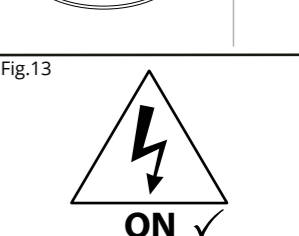

Fig.13
- When connection is made, twist the fitting 35° locking it into place onto the fixed bracket. Take care not to trap cables when twisting into place. Check connections and switch power ON when safe to do so. (Fig. 13)
- Lorsque le raccordement est établi, pivotez la base de 35° pour la verrouiller sur le support fixé. Attention à ne pas coincer de câbles lors de cette manipulation. Vérifiez les connexions et ACTIVEZ l'alimentation électrique lorsque les conditions de sécurité le permettront. (Fig. 13)
- Cuando se realiza la conexión, gire el empalme en 35° para posicionarlo en el soporte fijo. Tenga cuidado de no atrapar ningún cable cuando lo gire en el lugar. Verifique las conexiones y restaure la energía cuando sea seguro hacerlo. (Fig. 13)
- Draai de fitting bij het aansluiten 35° vast op de vaste beugel. Zorg ervoor dat de kabels niet vast komen te zitten als ze worden gedraaid. 7. Controleer de aansluitingen en schakel de stroom in wanneer dit veilig is. (Fig. 13)
- Nach Herstellung der Verbindung drehen Sie die Fassung um 35 Grad bis sie an der festen Halterung einrastet. Stellen Sie sicher, dass dabei keine Kabel eingeklemmt werden. Überprüfen Sie alle Verbindungen und schalten Sie die Netzspannung EIN, wenn alles ordnungsgemäß ist. (Fig. 13)
- Podczas podłączania należy przekręcić złącze o 35°, blokując je na uchwycie stałym. Uważaj, aby nie uwięzić przewodów podczas skręcania. Sprawdź połączenia i włącz zasilanie, gdy jest to bezpieczne. (Fig. 13)